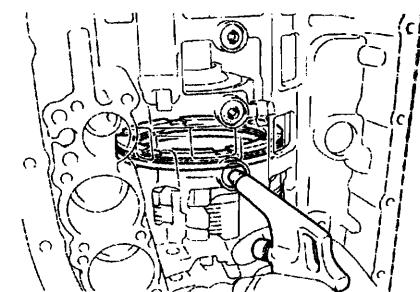

图 12-1-46
(53) 如图 12-1-46 所示，固定住 2 号制动活塞并向变速器壳中吹入 392kPa 的压缩空气，以便拆下 2 号制动活塞。从 2 号制动活塞上拆下两个 O 形圈。注意：若活塞没有被吹出，则用尖嘴钳夹出活塞。